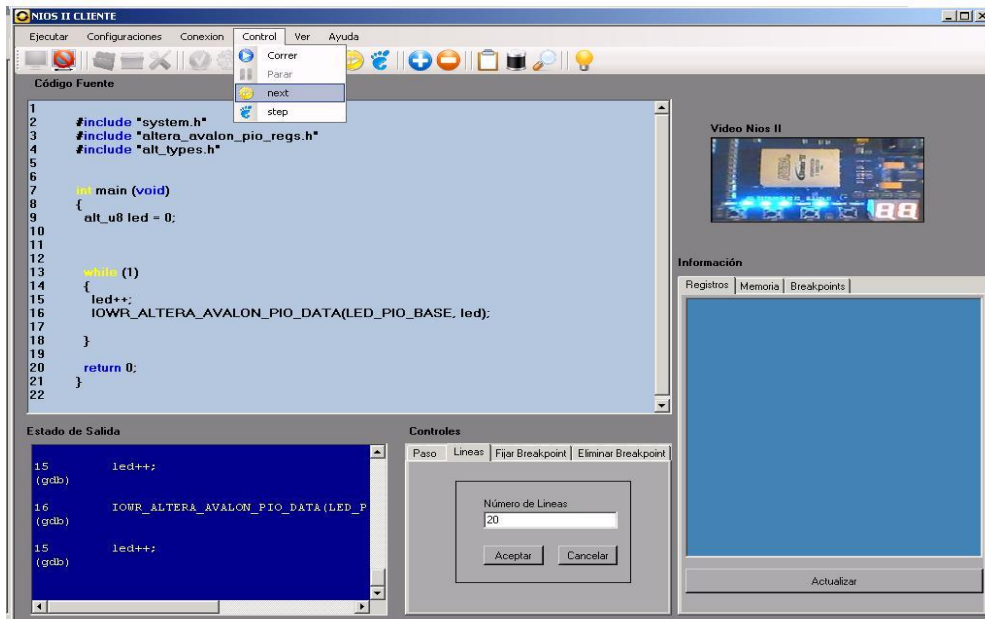

Figura B13 Ejecución del comando Next
12. Next Figura B13, permite la ejecución paso a paso del programa, sin entrar en el código de las funciones implementadas, la opción next del menú control activa la pestaña líneas la cual permite ingresar varios pasos a la vez.